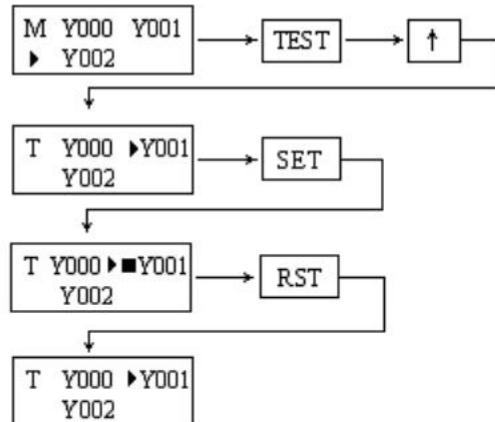

图 8 程序测试过程
b. Y0、Y1 和 Y2 在屏幕上显示后，接通或关断 Y1，利用“T”测试功能，如图 8 所示。